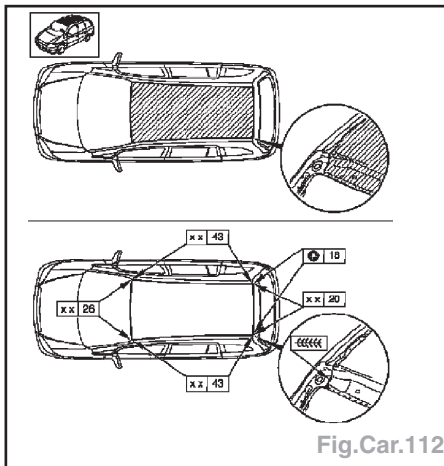

Fig.Car.112
- Dégraver au forêt, découper dans la zone de collage de l'arceau de toit et déposer le pavillon (Fig.Car.112).